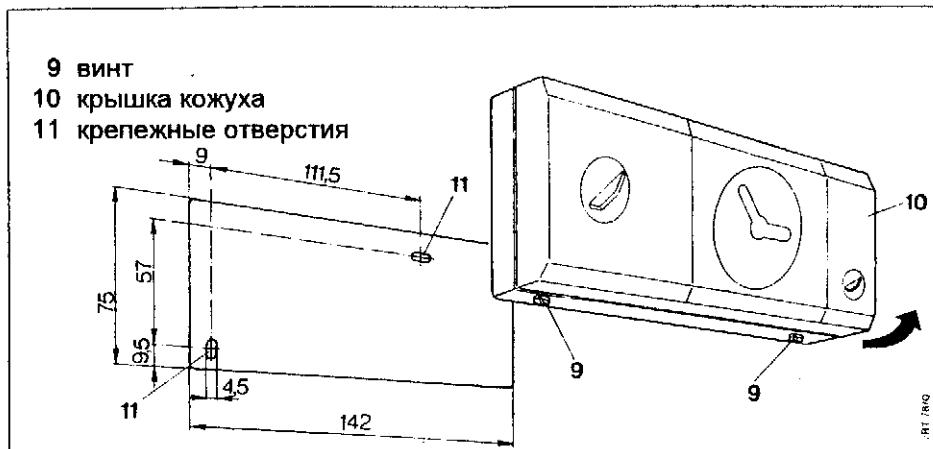
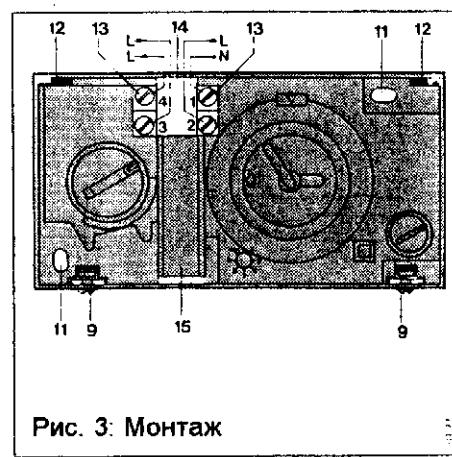

Рис. 2: Установка
Рис. 3: Монтаж
(Рис. 3...5, стр.8)
**В случае скрытой проводки** соединительный кабель следует провести через кабельный ввод между двумя клеммными колодками (13) (рис. 3).
**В случае открытой проводки** следует выломать перегородку (15) в нижней части ко-
**10.3 Крышку кожуха** (10, рис. 2) насадить на кулачки (12, рис. 3), закрыть и с помощью двух винтов (9) прикрепить к нижней части кожуха. Ввинтить предохранитель в силовой линии.
2. Снять крышку кожуха (10, рис. 2) согласно разделу 9.2, подпункты 2 и 3.
4. Вернуть на место крышку кожуха (10, рис. 2) согласно разделу 10.3.
**Вынуть предохранитель из силовой линии.** Снять крышку кожуха (10, рис. 2, стр. 8) соответственно раздела 9.2. Снять кнопку (25) переключателя дневной температуры (1, рис. 1), не перемещая при этом находящейся внизу оси. После этого переставить кнопку так, чтобы она показывала на температурной шкале (23) то же самое значение, что и комнатный термометр.
**Крышку кожуха** (10, рис. 2) насадить обратно, как описано в разделе 10.3.
**Насадить обратно крышку кожуха** (10, рис. 2).
**Насадить обратно крышку кожуха** (10, рис. 2). **Вернуть на место предохранитель силовой линии.**